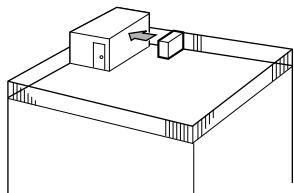

Fig. 2-3
- (1) Richten Sie die Luftaustrittsöffnung mit einem Abstand von etwa 50 cm. auf die nächstgelegene Wand aus. (Fig. 2-3)